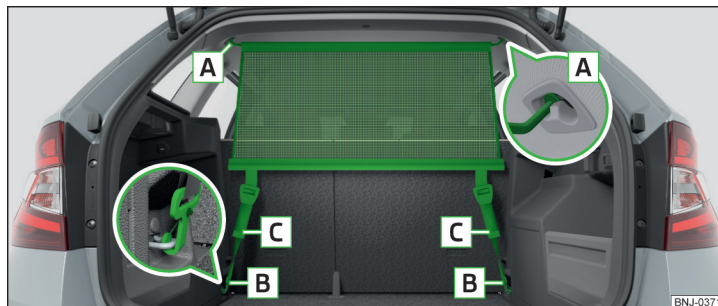

Fig. 111 Rete di separazione dietro i sedili posteriori
- › Inserire la barra trasversale nell'alloggiamento » fig. 111 prima da un lato e poi dall'altro e spingerla in avanti. Nello stesso modo inserire la barra trasversale sull'altro lato del veicolo, nell'alloggiamento .